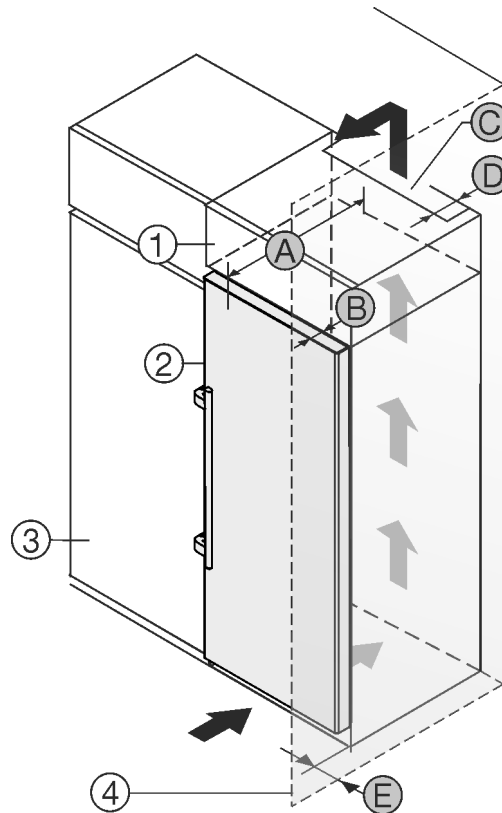

Fig. 1
Prietaisą galite statyti iš karto šalia virtuvės spintelės Fig. 1 (3).
Galinėje uždedamos spintelės pusėje turi likti tarpas ventiliacijai, kurio gylis Fig. 1 (D) būtų per visą uždedamos spintelės plotį.
Po patalpos lubomis turi būti laikomasi vėdinimo angos skerspjūvio Fig. 1 (C).
Jei prietaisas su lankstais statomas greta sienos Fig. 1 (4), mažiausias atstumas tarp prietaiso ir sienos turi būti 57 mm. Tai atitinka rankenų išsikišimą esant atvertoms durims.
Kad durys atsidadytų iki galo, palyginti su šaldytuvo priekiu, prietaisas turi išsikišti bent per savo durų gylį Fig. 1 (B). Priklausomai nuo virtuvės spintelėlių Fig. 1 (3) gylio ir atstumų iki sienos nustatančių detalių naudojimo, prietaisas gali išsikišti daugiau.